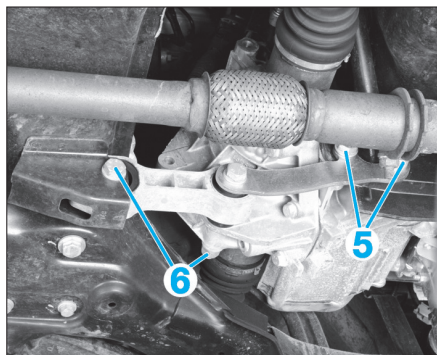

Fig. 4
- Déposer les vis (5) (Fig.4).